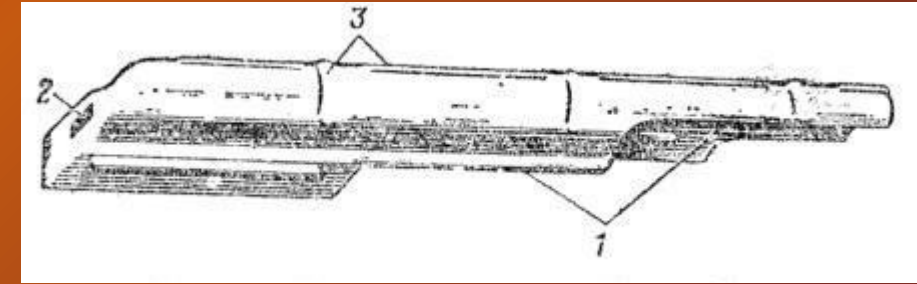

Рис. 29. Крышка ствольной коробки
14. Крышка ствольной коробки (рис. 29) предохраняет от загрязнения части и механизмы, помещенные в ствольной коробке. С правой стороны она имеет ступенчатый вырез для прохода выбрасываемых наружу гильз и для движения рукоятки затворной рамы; сзади — отверстие для выступа направляющего стержня возвратного механизма. Крышка удерживается на ствольной коробке с помощью полукруглого выреза на колодке прицела, поперечного паза ствольной коробки и выступа направляющего стержня возвратного механизма.